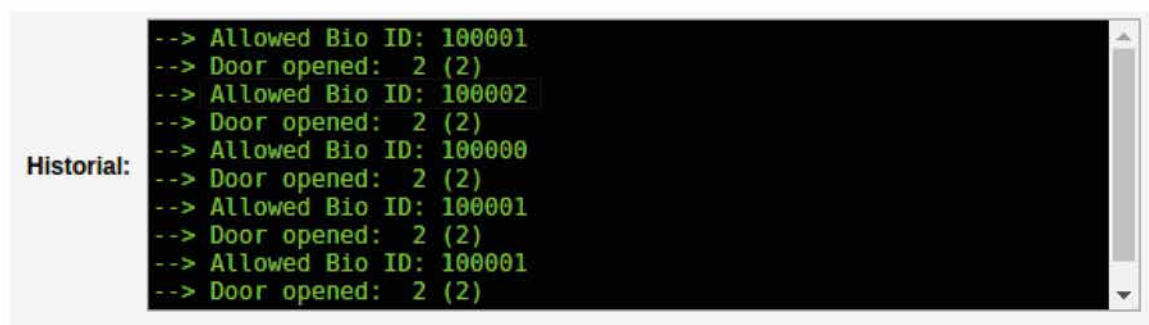

Figura 28
7. El numero ID corresponde a los últimos tres números indicados en el registro de eventos, en el ejemplo de la Figura 28 el ID seria 002 o simplemente 2,